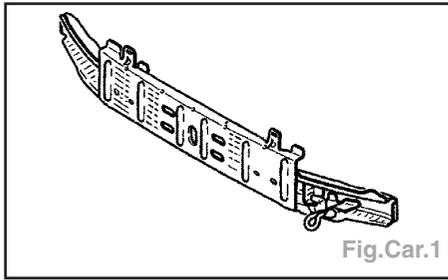

Fig.Car.1
- Pièce assemblée avec (Fig.Car. 1) :